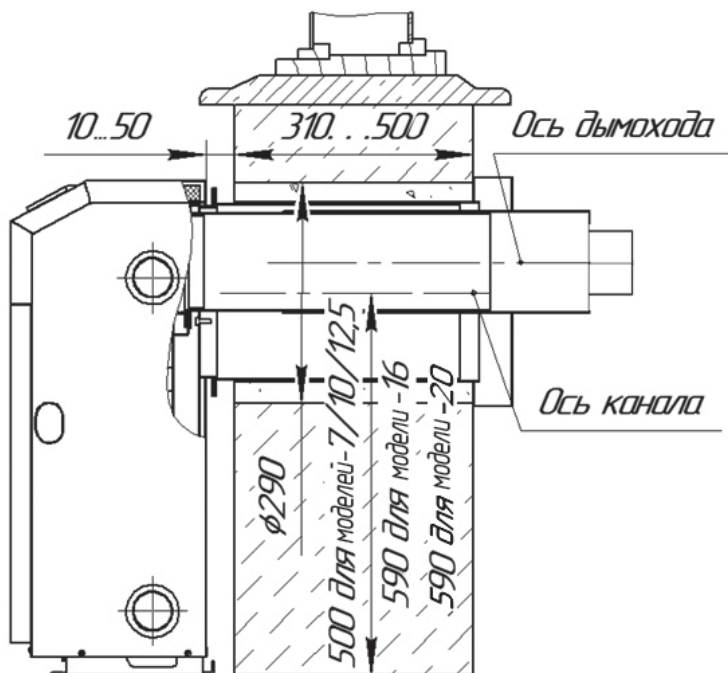

Рисунок 6 - Схема установки котла у стены
7.7. При напольном монтаже в наружной стене на высоте 500 мм для котлов модели GERDA-7, GERDA-10, GERDA-12,5 и на высоте 590 мм для котлов модели GERDA-16 GERDA-20 (см. рис.6) от несгораемого покрытия пола выполнить отверстие \varnothing 290 мм (не менее), при этом учесть, что для обеспечения демонтажа устройства газогорелочного (рис.3) на расстоянии не менее 0,5 м от котла не должно быть никаких строительных элементов или стационарно установленного оборудования;